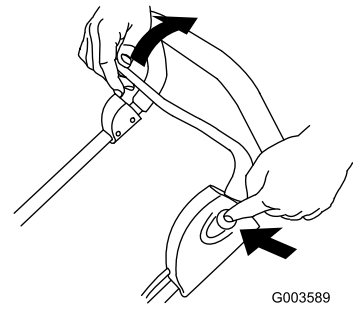

Figure 16
4. Terwijl u de knop ingedrukt houdt, drukt u de bedieningsstang tegen de handgreep (Figure 16).